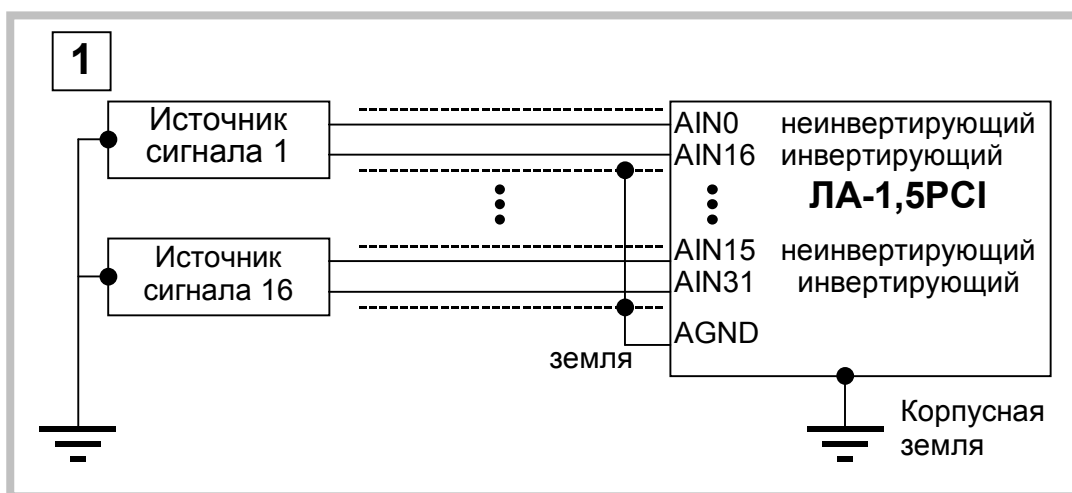

Рис. 7. 9
7.2.2.8.1. Для дифференциального режима при использовании двухжильного экранированного кабеля, точку присоединения экрана нужно выбирать опытным путем по наименьшему уровню помех. Возможные три варианта (с первого по третий соответственно) показаны на рисунках (Рис. 7. 9 - Рис. 7. 11).
7.2.2.8.2. В схеме первого варианта (Рис. 7. 9) экран соединительного кабеля заземлен на входе прибора.